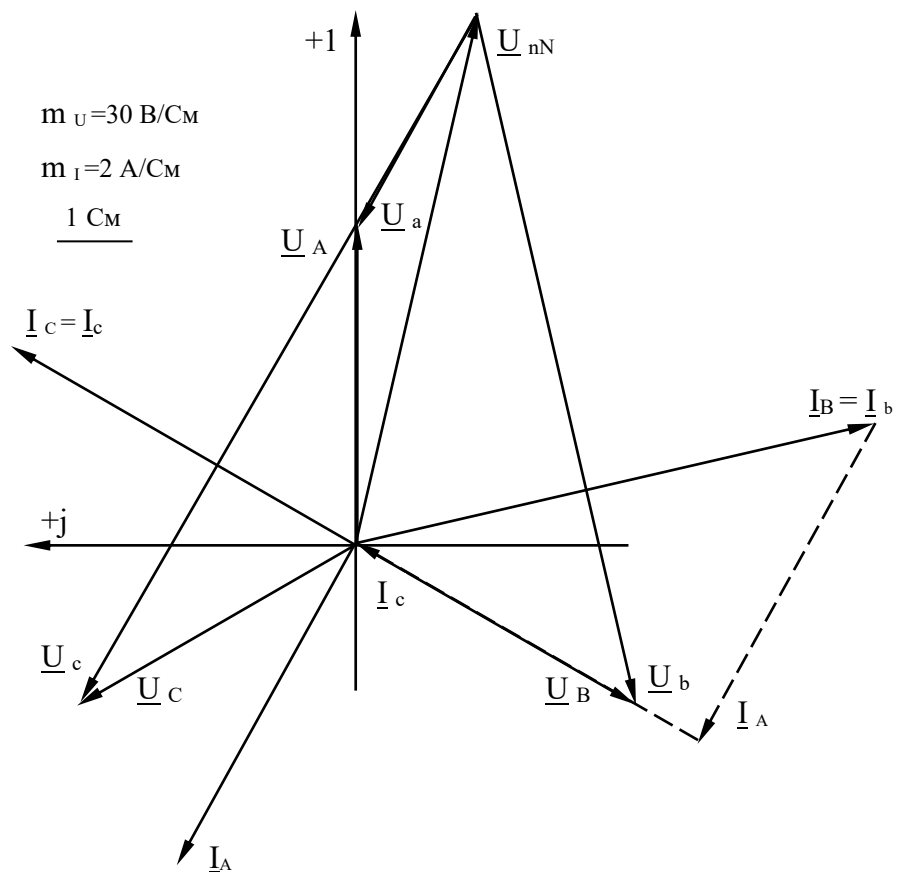

Рисунок 2.4
15. По результатам расчетов токов и напряжений строим векторные диаграммы токов и напряжений (рисунок 2.4)